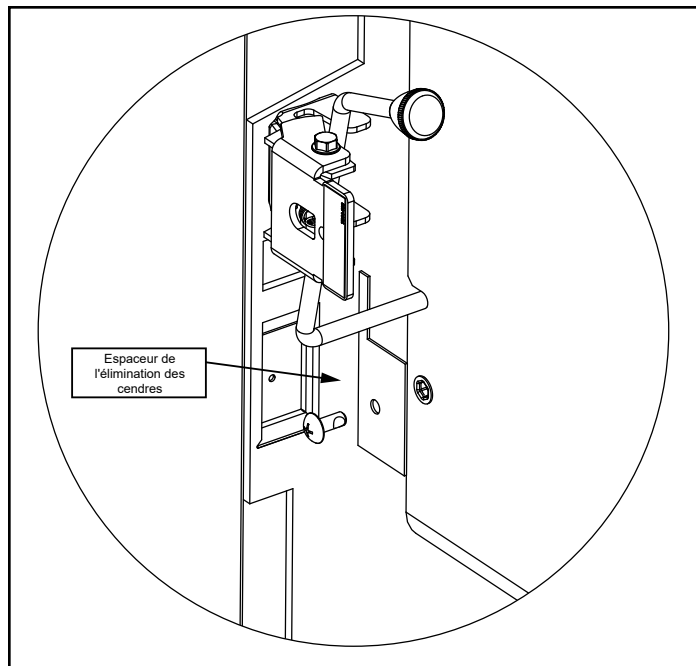

Figure 22.4
3. Installez l'espaceur ARS sur le côté gauche à l'aide d'un boulon et le tournevis cruciforme (**Figure 22.4**).
2. Installez l'espaceur ARS sur le côté gauche à l'aide d'un boulon et le tournevis cruciforme (**Figure 22.4 à la page 22**).